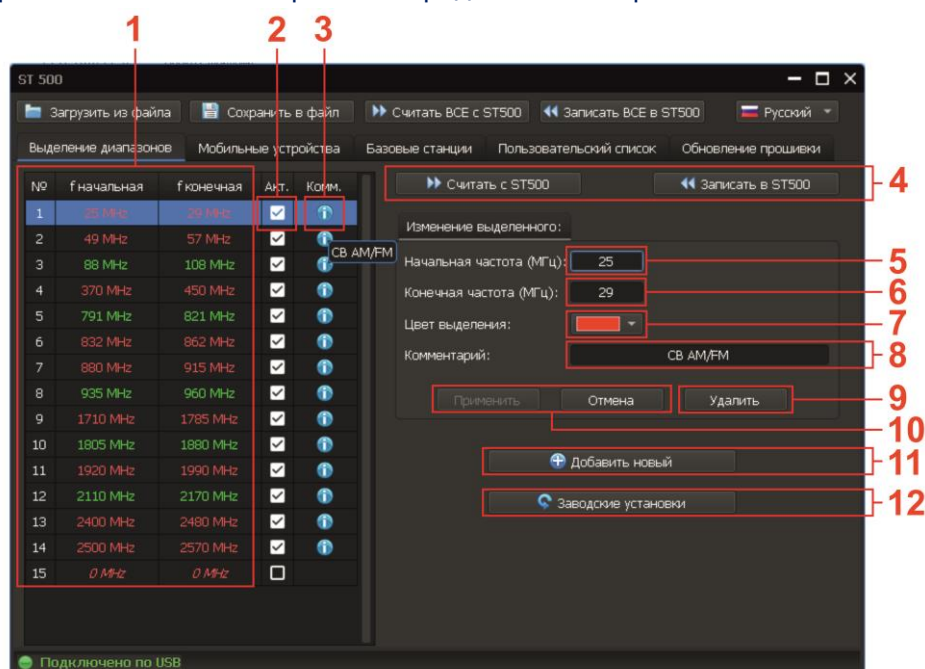

Рис.49
Экран прибора после включения режима представлен на рис.49.
### Цифрами на рис.49 обозначено:
- начальной и/или конечной частоты (рис.49, п.5,6)
- выбрать цвет выделения (рис.49, п.7)
- ввести комментарий (рис.49, п.8)
- установить признак активности (рис.49, п.2)
- начальную и конечную частоту (рис.49, п.5,6)